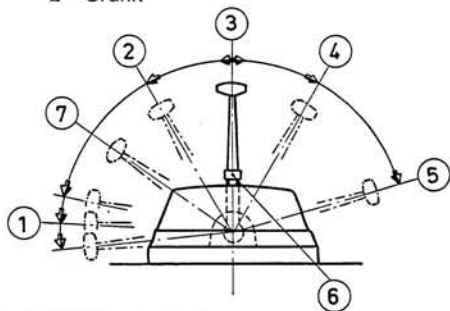

Fig. 8 Teleflex controls
- 2 Bedienungshebel in Neutrallage führen. Bedienungshebel mit der Auskuppungssperre auskuppeln, so daß nur die Motordrehzahl beeinflusst wird. Den Hebel so stellen, daß $\frac{1}{4}$ der Höchstdrehzahl erhalten wird, siehe Abb. 8.